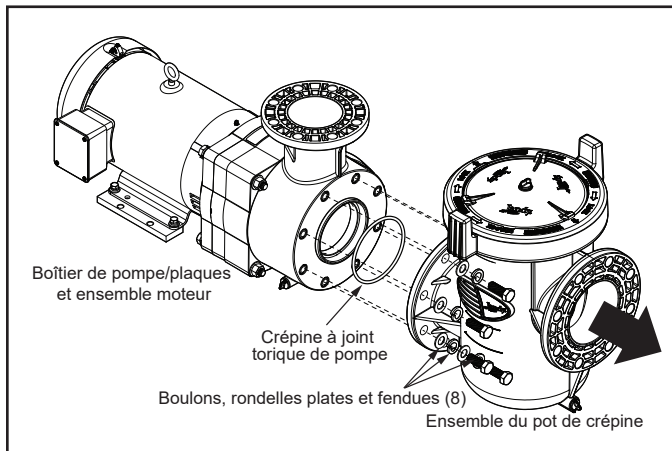

Figure 12. Retirer le pot de crépine de l'ensemble de pompe
6. Tirer l'ensemble de la crépine vers l'avant depuis l'ensemble boîtier de pompe / plaques / moteur, comme illustré à la figure 12.
7. Retirer la crépine du joint torique de la pompe à l'avant du boîtier de la pompe. Reportez-vous à la Figure 12.